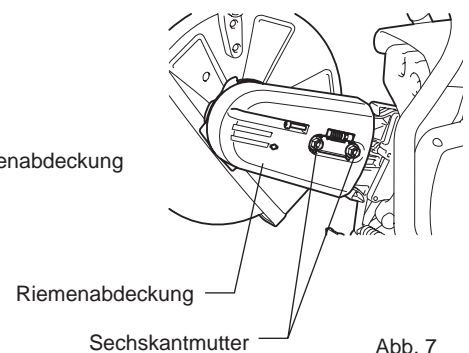

Abb. 7
- Montieren Sie die Riemenabdeckung. (Abb. 7)